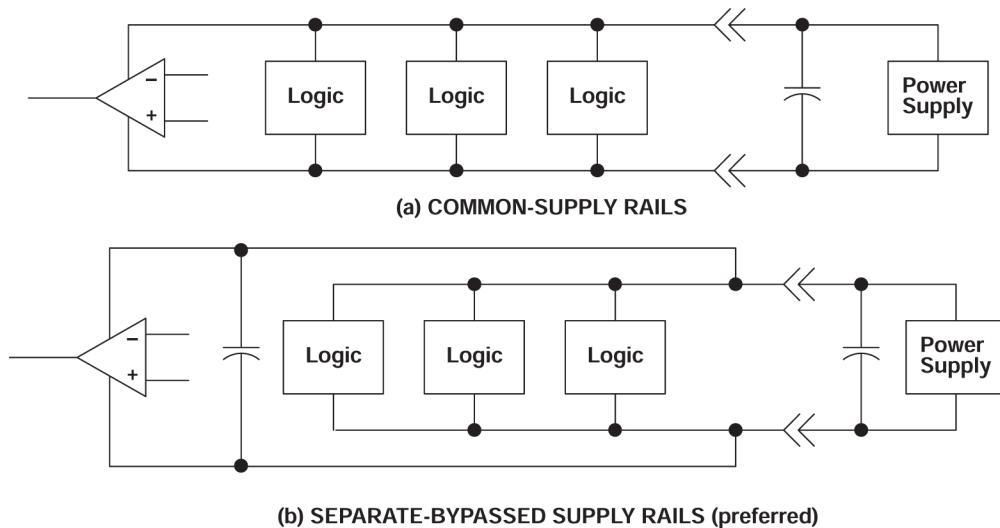

図 7-1. 共通電源レールと分離電源レールとの関係
- 個別のバイパスされた電源ラインからリニアデバイスに電力を供給します（図 7-1 を参照）。そうしないと、デジタルロジックの高いスイッチング電流により発生する電圧降下の結果、線形デバイス電源レールが変動する可能性があります。